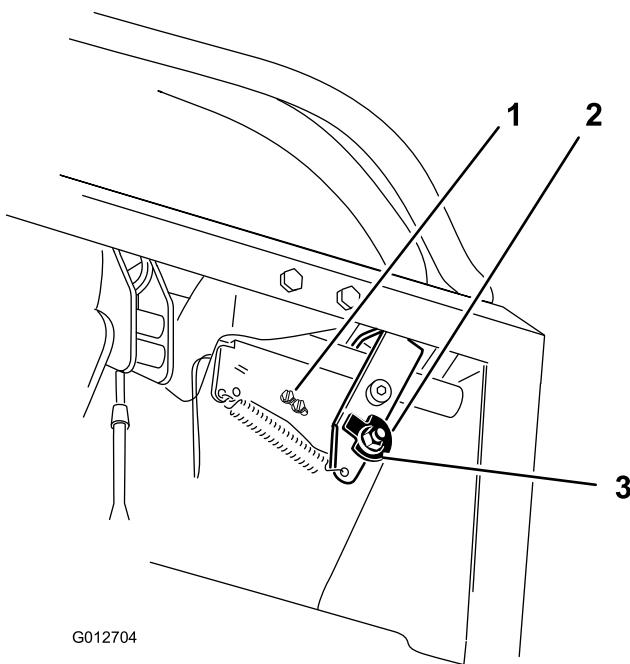
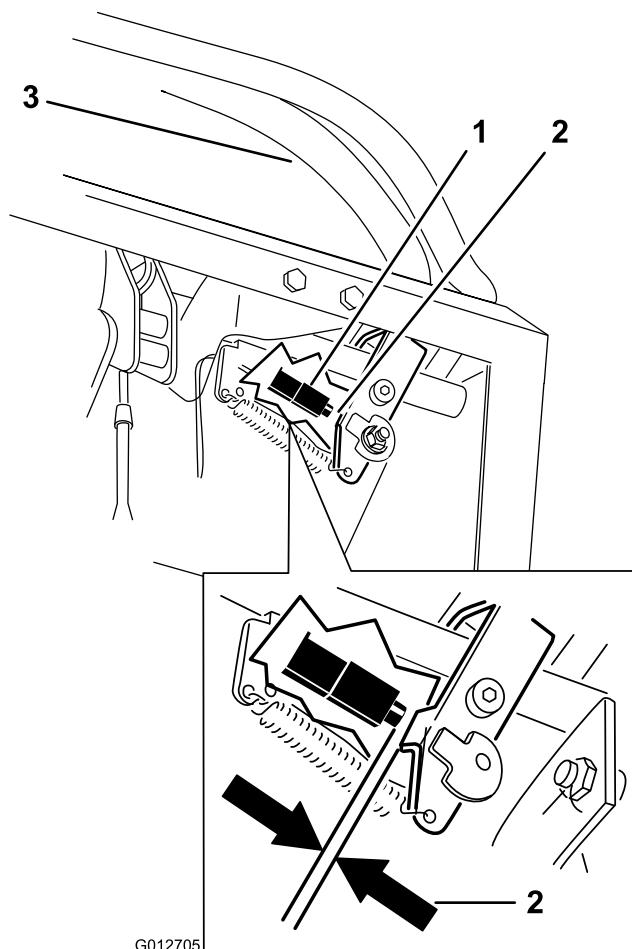

図 70
図 71
7. カムを固定しているナットをゆるめる（図 70）。
10. 図 71 に示されている、コントロール・レバーとスイッチとのすき間を点検する。右側コントロール・レバーがニュートラル位置でロック解除された状態で、すきまが 3mm あることが必要である。
11. 必要に応じてスイッチを固定しているネジをゆるめてスイッチの位置を調整する（図 70 と図 71）。